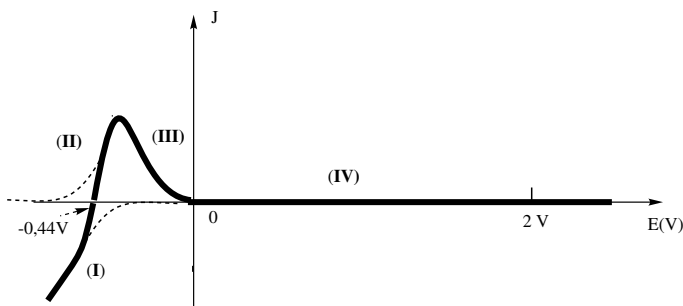

Figure 2. Courbe intensité-potentiel d'une électrode en titane
La courbe intensité-potentiel (Figure 2) représente l'intensité par unité de surface de titane (densité de courant) J en fonction du potentiel E imposé à l'électrode et mesuré par rapport à l'électrode standard à hydrogène. L'électrode en titane plonge dans une solution désaérée (sans dioxygène dissous) d'acide sulfurique de $\text{pH} \approx 0$.
2. À quoi correspondent les courbes en pointillé sur la figure 2 ?